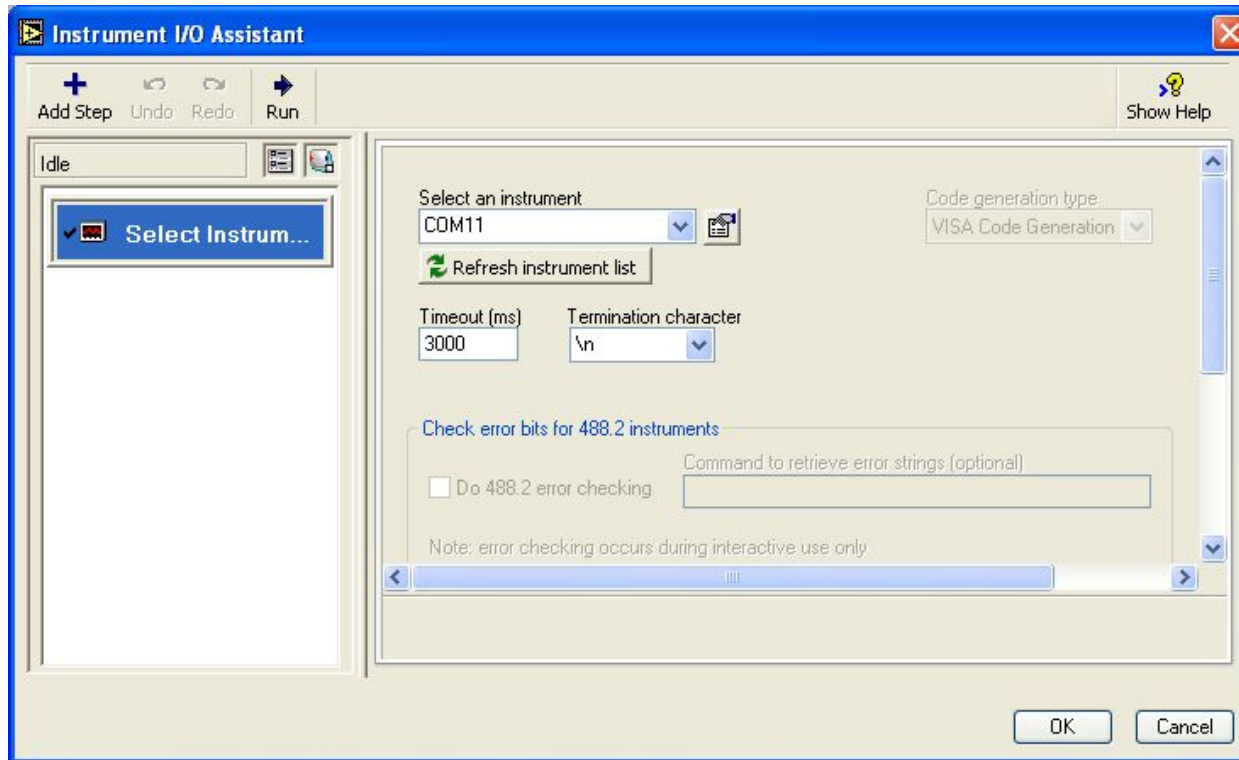

Рис.7.
3.1. В среде LabVIEW откройте новый ВП и поместите на блок диаграмму экспресс-ВП **Instrument I/O Assistant**. Откроется диалоговое окно для его настройки (рис.7).